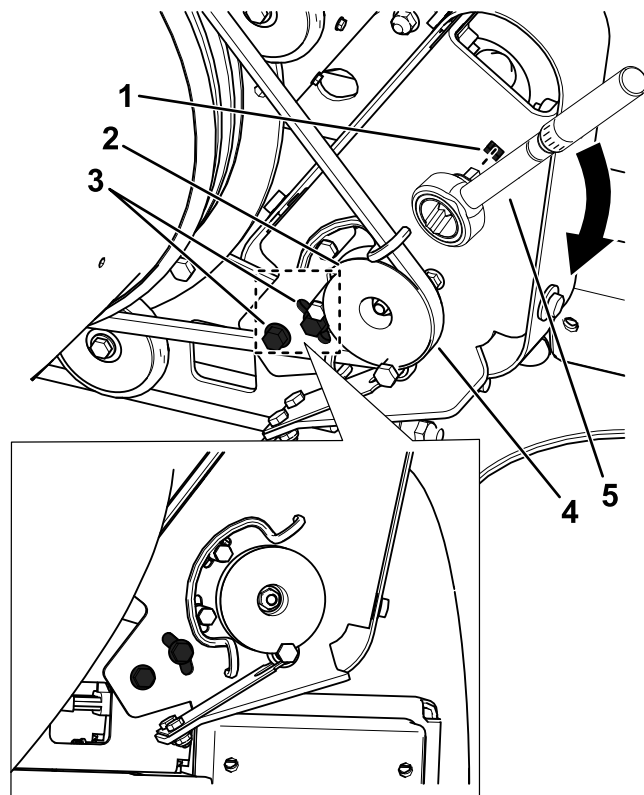

図 28
1. プーリー取り付けブラケットをブローのフレームに固定しているボルトをゆるめる 図 28。
2. 図 28 のように、プーリー取り付けブラケットにトルクレンチを差し込む。